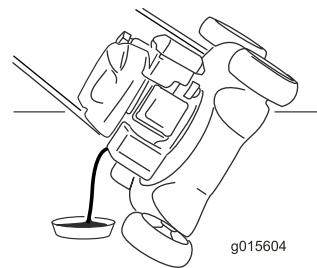

Рисунок 27
7. Переверните машину на одну сторону так, чтобы маслозаливная горловина была направлена вниз, для слива отработанного масла через маслозаливную горловину на поддон для сбора масла (Рисунок 27).